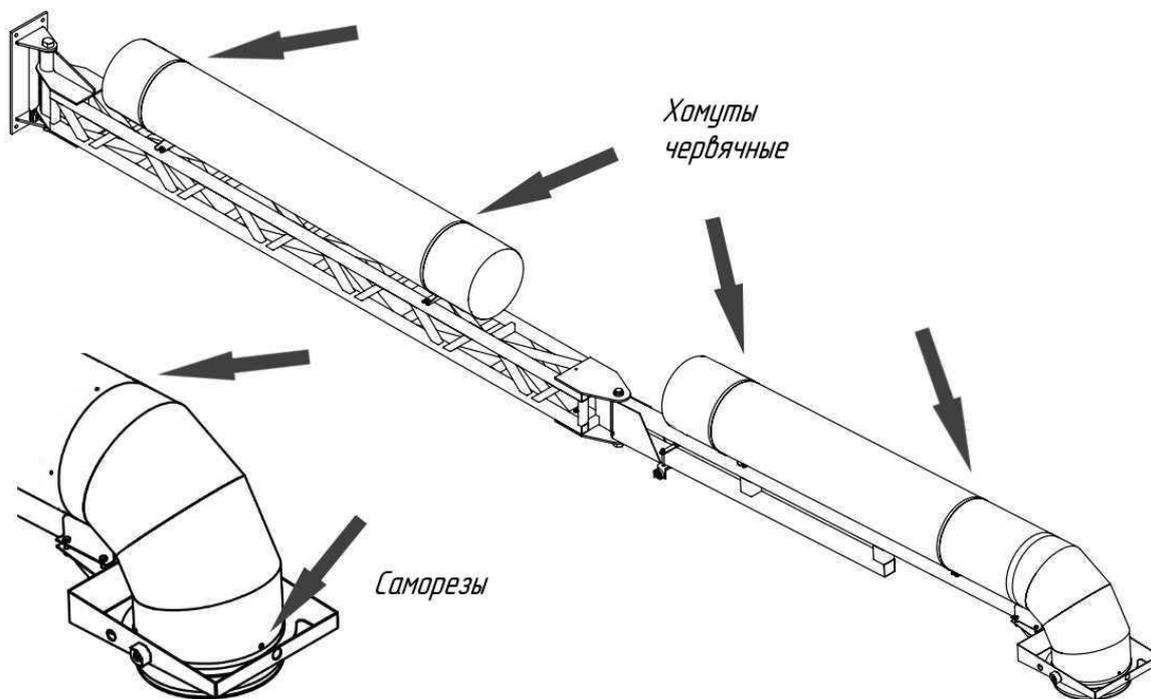

Рисунок 11 – Монтаж воздуховодов
4.7.1 Установить на опорном кронштейне отвод угловой. Установить на опоры, расположенные на верхней грани балки внешней воздухопровод, наживить хомутами червячными. Соединить воздухопровод с отводом угловым и закрепить соединения с помощью саморезов 4,2x13 (рисунок 11). Затянуть хомуты червячные на воздуховоде.